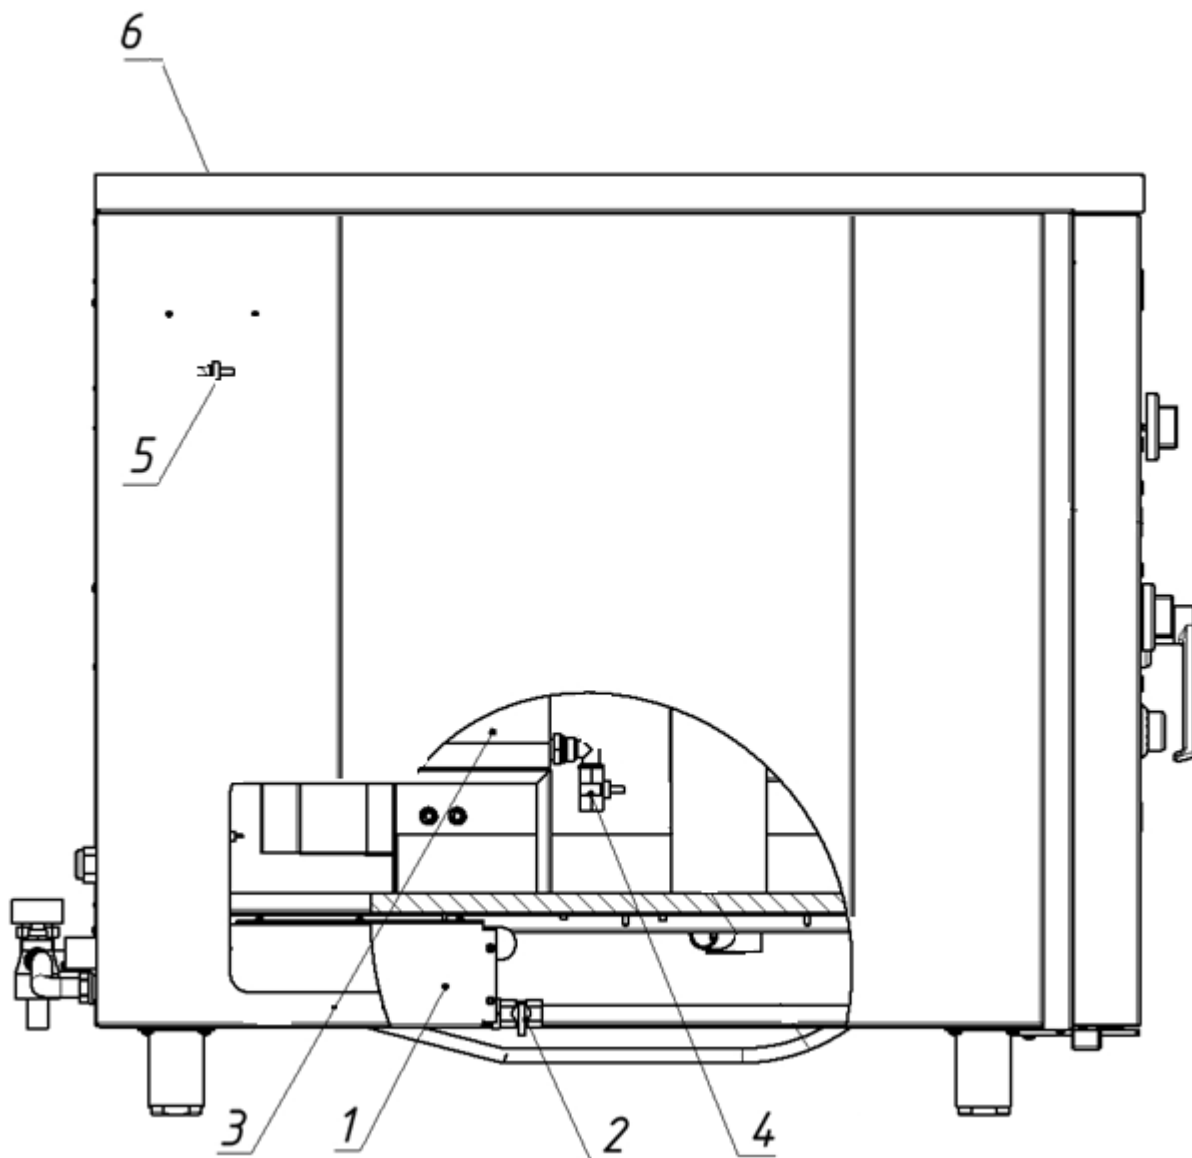

Рис.3
8.6.2. Установить ручку терморегулятора в положение «0». Кран воронки (5) см рис.3стр.15 должен быть закрытым.
9.7. При длительном перерыве в работе установки необходимо слить воду из гидрозатвора (1) рис.3. Для этого необходимо снять стенку (8) рис.2, затем открыть кран слива из гидрозатвора (2) рис.3.
9.8. Очистку парогенератора от накипи проводить 1 раз в 10 дней, но не реже 1 раза в месяц. Для этого отключают пароконвектомат. Сливают воду из парогенератора (3) через кран слива воды (4) рис.3. Открывают кран (5) воронки заливки промывочного раствора в парогенератор (6) рис.3 и
9.9. Для удаления остатков моющего средства промыть парогенератор чистой водой не менее 2-х раз, включая режим чистого пара, после наполнения водой выключают режим чистого пара и сливают воду через сливной кран (4) рис.3.